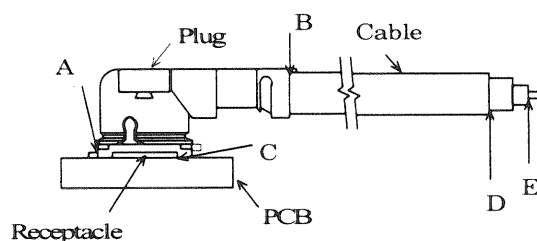

Fig.1
(1) Contact Resistance / 接触抵抗
A. Testing: Solder the receptacle connector to the test board and mate the plug connector together, then measure the contact resistance as shown in Fig.1 by the four terminal method.
A. 試験法: テスト基板にリセプタクルコネクタを半田付けし、プラグコネクタと嵌合させ、Fig. 1のように4端子法にて下記の条件で測定する。MIL-STD-202 試験法 307 に準拠。